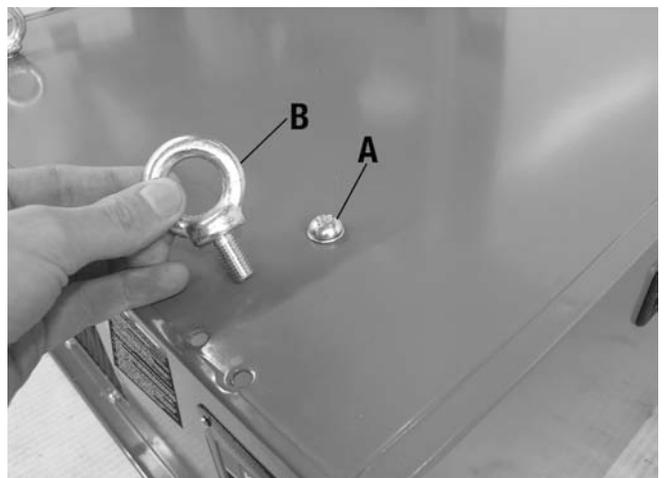

FIGURE 5
- 1) L'épurateur d'air peut être suspendu d'un plafond. Retirez les quatre vis à tête bombées (A) Fig.5 localisé sur le haut du boîtier en utilisant un tournevis à tête Phillips.
- 2) Installez les quatre boulons en "O" (B) Fig.5 sur le haut du boîtier.